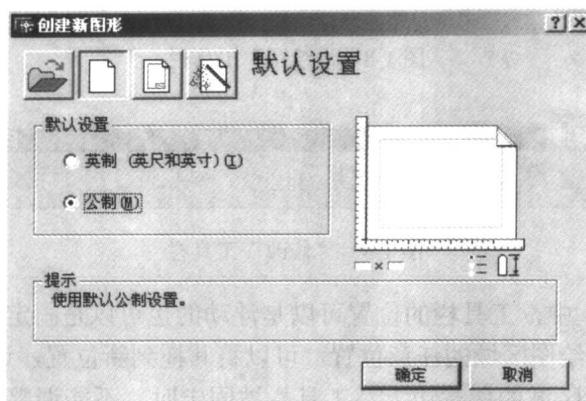

图 1-11 “创建新图形”对话框
件使用的是“创建新图形”对话框，如图 1-11 所示。它提供了“使用样板”、“默认设置”和“使用向导”三种创建新图形的方法，读者可根据实际情况和操作习惯来选择。其操作方法如下：
- 1) 在菜单栏中执行“文件”→“新建”命令，或单击“标准”工具栏的新建按钮 ()，将打开“创建新图形”对话框，如图 1-11 所示。
- 2) 单击“创建新图形”对话框中的默认设置按钮，将打开“默认设置”选项卡，如图 1-11 所示。